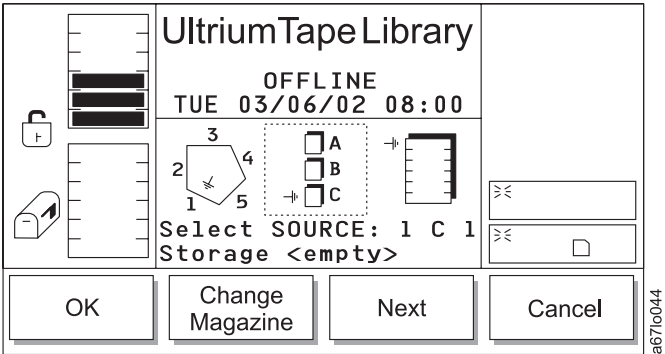

Abbildung 111. Dialog für Magazinwechsel
- Wird **Next** ausgewählt, ändert sich der aktuelle Quellenparameter von einer Säule in ein Magazin, und der Dialog für Magazinwechsel erscheint (siehe Abb. 111).
Tabelle 60. Übersetzung von Abb. 111 auf Seite 131, Dialog für Magazinwechsel